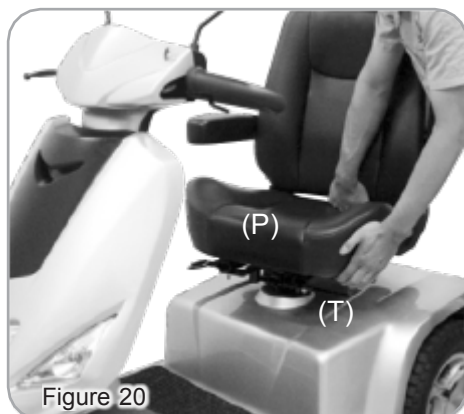

Figure 20
1. Reportez-vous à la page 14 pour le démontage, puis retirez l'assise (P) et le carénage arrière (Z). (Figures 20 et 21)
4. Remontez ensuite la carénage arrière (Z) et l'assise (P) dans la position d'origine. (Figures 20 et 21)
1. Retirez le carénage arrière (Z) en tirant vers le haut (figure 20).